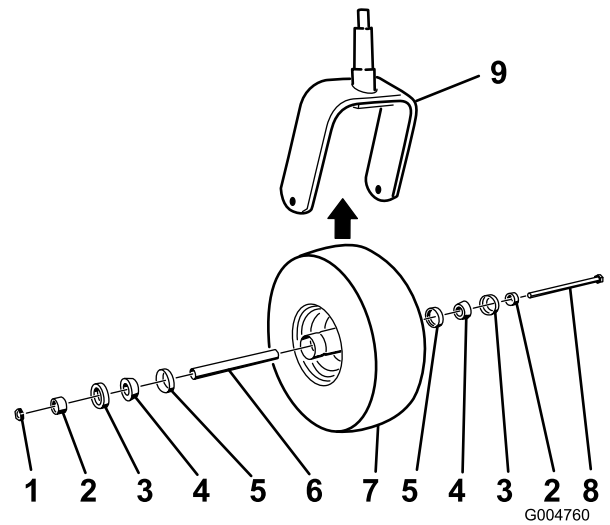

Figura 45
5. Montate la ruota orientabile premendo i cuscinetti conici e gli schermi, lubrificati con grasso, nel mozzo della ruota, posizionata come illustrato nella Figura 45.
2. Rimuovete il dado di bloccaggio dal bullone (Figura 45).